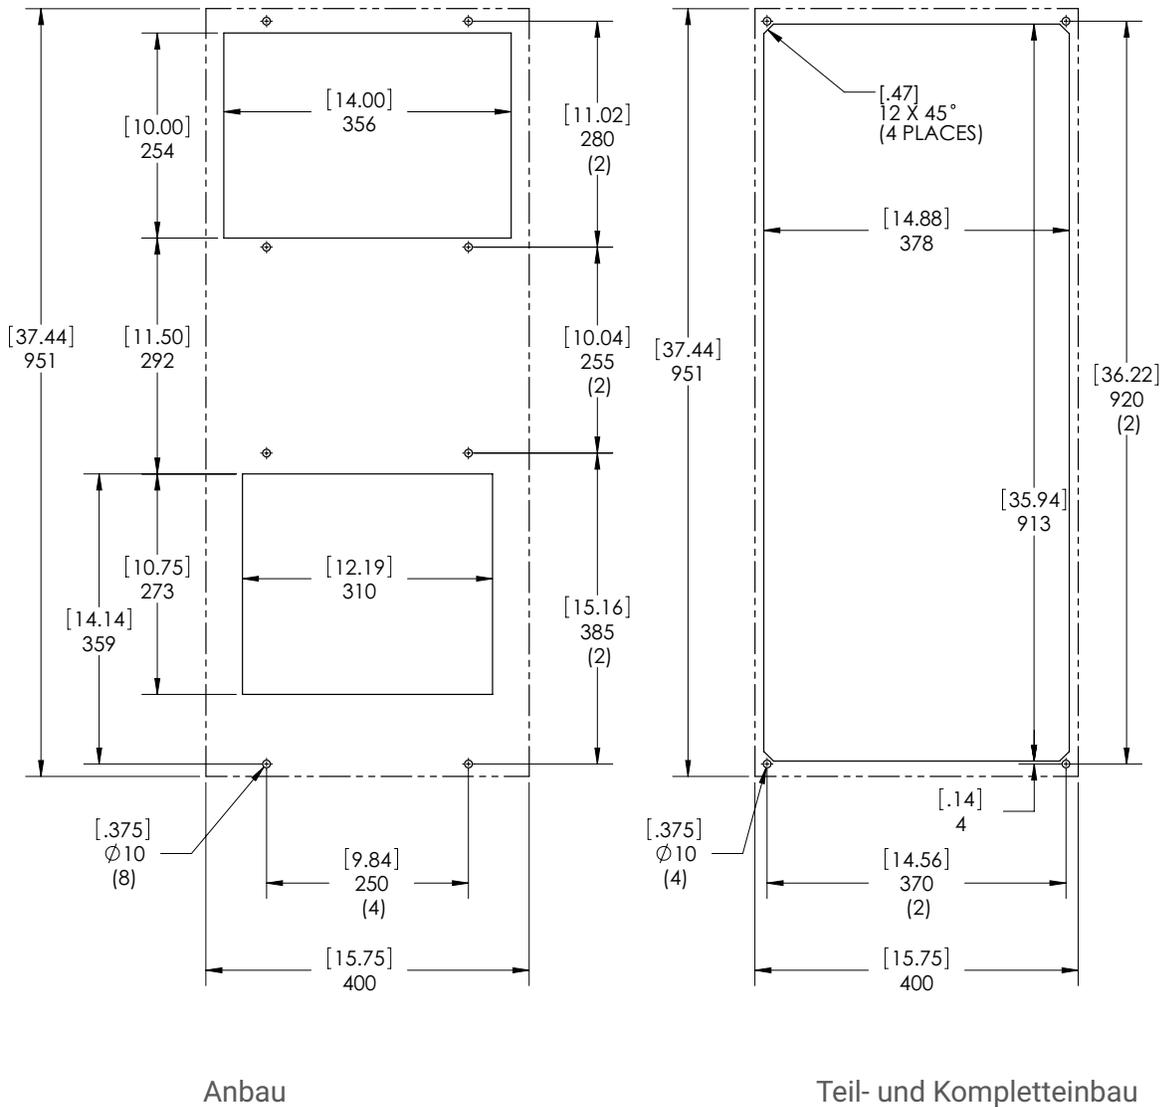

Figure 9
2. Bereiten Sie den Schrank anhand der mitgelieferten Ausschnittschablone vor (siehe Figure 9). An der Vorderseite des Geräts muss ein Abstand von mindestens 0,5 m eingehalten werden, damit der Luftstrom nicht behindert wird. An den Seiten des Geräts müssen jeweils mindestens 5 cm Abstand eingehalten werden. Damit die Kondensatauffangwanne nicht überläuft, darf das Gerät nicht mehr als 3° zur Ebene geneigt sein.